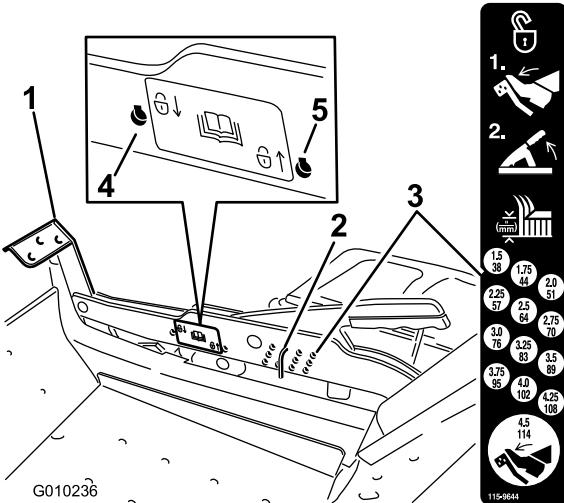

Figura 25
1. Pise el pedal de elevación de la plataforma y eleve la plataforma a la posición de transporte (que es también la posición de altura de corte de 114 mm (Figura 25).
2. Retire el pasador del soporte de altura de corte (Figura 25).
3. Seleccione un taladro en la pegatina de bloqueo e inserte el pasador (Figura 25).
2. Para ajustar la altura de corte, retire el pasador del soporte de altura de corte (Figura 25).
3. Seleccione el taladro del sistema de altura de corte que corresponde a la altura de corte deseada, e inserte el pasador (Figura 25).